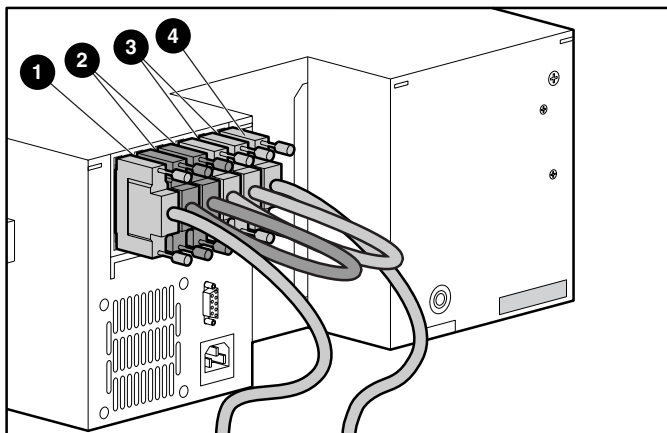

Figura 1. Collegamento dei cavi a MiniLibrary
2. Collegare i cavi a MiniLibrary come mostrato nella Figura 1.